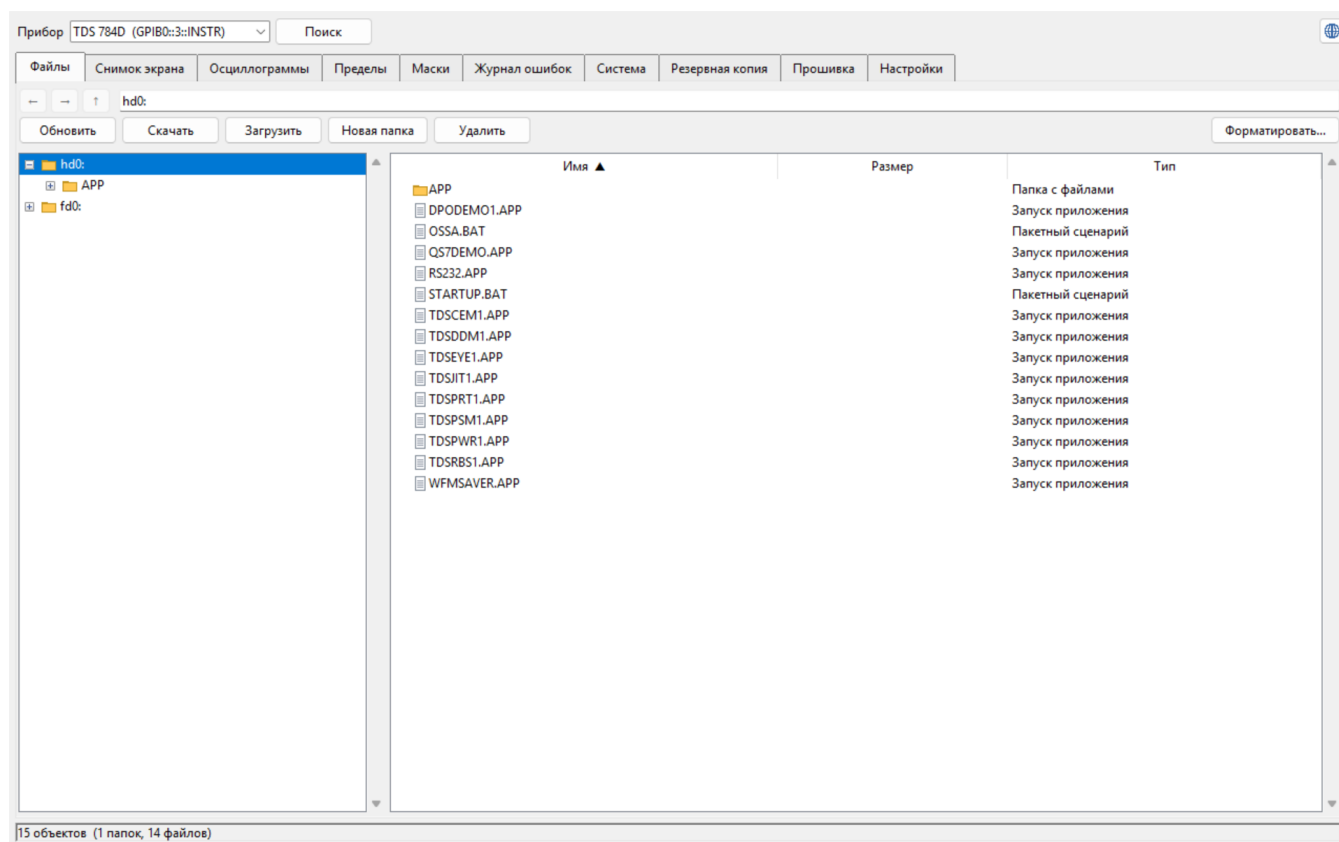

Рисунок 1–4: Окно программы с открытой вкладкой «Файлы»
**Окно** Окно одинаково на каждой вкладке: раскрывающийся список приборов, кнопка **Поиск** и кнопка языка вдоль верхнего края; десять вкладок под ними; и строка состояния вдоль нижнего края, с индикатором выполнения справа от неё во время выполнения операции. См. рисунок 1–4.